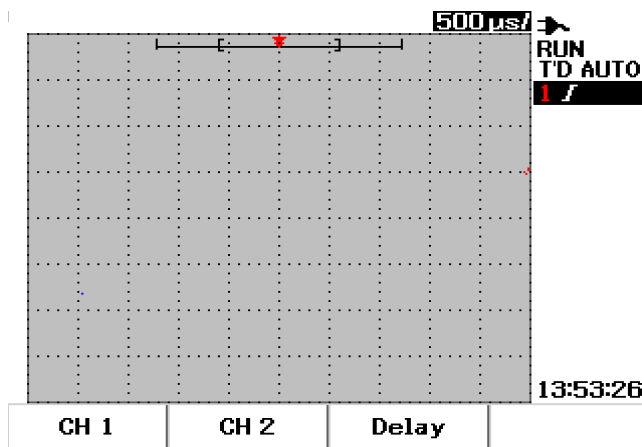

図3-1 両方のチャネルの表示がオフになっているScopeメニュー表示
- 1 フロント・パネルの **Scope** ボタンを押して、**Scope**メニューにアクセスします。図3-1のようなオシロスコープ・メニューが表示されます。ここでは両方のチャネルがオフになっています。